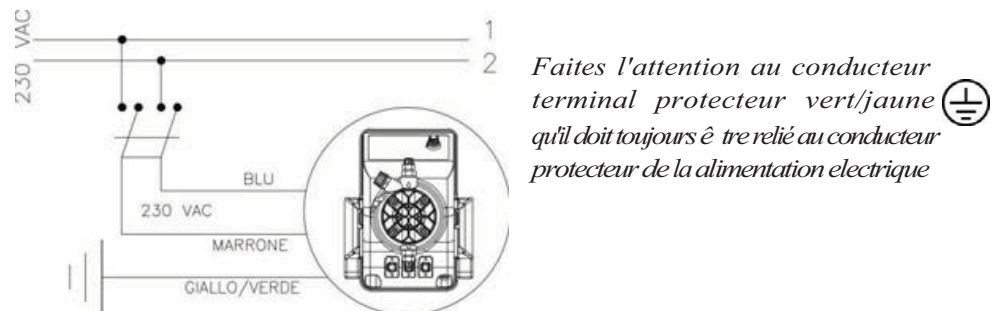

Fig. 4
- 1) **S'assurer qu'elle est débranchée du réseau électrique (les deux polarités) en retirant les conducteurs des points de contact du réseau en séparant les contacts d'une distance minimum de 3 mm (fig. 4).**
- 1) S'assurer qu'elle est débranchée du réseau électrique (les deux polarités) en retirant les conducteurs des points de contact du réseau en séparant les deux fils d'une distance minimum de 3 mm (fig. 4).
- b. - Respecter les normes en vigueur dans les différents pays pour ce qui est de l'installation électrique (fig. 4). Si le câble électrique n'a pas de fiche électrique, l'appareil doit être relié au réseau d'alimentation par l'intermédiaire d'un interrupteur onnipolaire sectionneur ayant une distance minimum entre les contacts de 3 mm. Avant d'accéder aux dispositifs de raccordement, tous les circuits d'alimentation doivent être coupés.